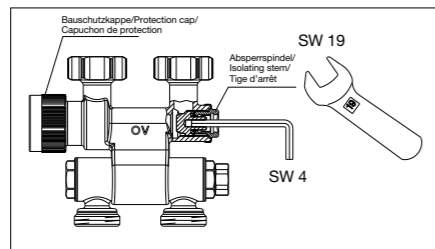

Bild 7 / Illustr. 7 / Fig. 7
3. Fermer le clapet à l'aide d'une clé à six pans (clé de 4) en la tournant vers la droite (Fig. 7).
1. Fermer le raccord comme décrit sous point «Fermeture» (Fig. 7).
2. Ouvrir le clapet (Fig. 7) en le tournant vers la gauche jusqu'en butée à l'aide d'une clé à six pans (clé de 4). Purger le radiateur.
- Ventilkegel mit Sechskantschlüssel (SW 4) durch Rechtsdrehen schließen (Bild 7).
- Die Armatur wie unter Punkt „Absperren“ beschrieben schließen (Bild 7).
- Mit Sechskantschlüssel (SW 4) den Ventilkegel (Bild 7) durch Linksdrehen bis Anschlag öffnen. Heizkörper entlüften.